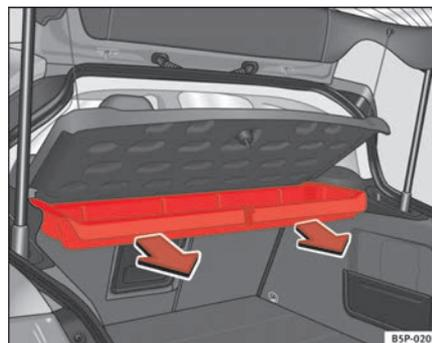

Abb. 125 Ausbau des Ablagefachs
- Nach außen ziehen, bis der Kisten aus den Drehhaltern gelöst ist \Rightarrow Abb. 125.